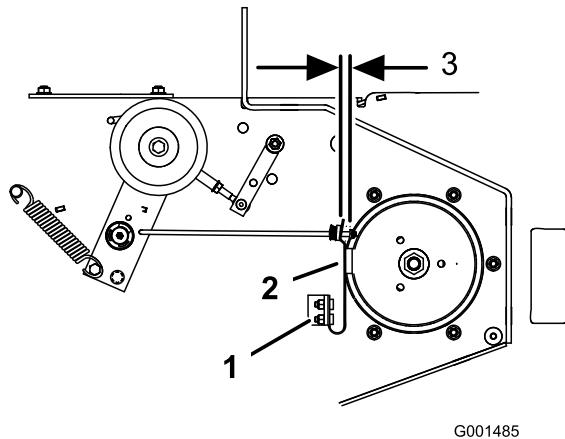

**Figure 58**
2. Vérifiez l'équilibre de la lame en la plaçant sur un équilibrEUR (Figure 58). Si la lame reste horizontale, elle est équilibrée et peut être utilisée. Si la lame est déséquilibrée, limez un peu l'extrémité de la partie
relevée seulement (Figure 58). Répétez la procédure jusqu'à ce que la lame soit équilibrée.